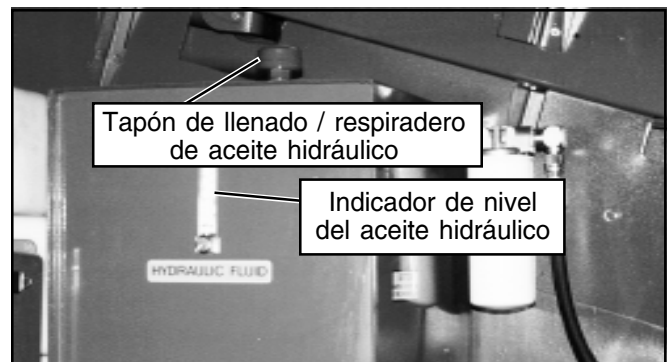

Figura 14: Depósito de aceite hidráulico
1. Abra la cubierta de la torre izquierda y compruebe el nivel del aceite en el indicador con la pluma en posición de almacenaje y retraída. El motor en marcha o detenido. (vea la figura 14)